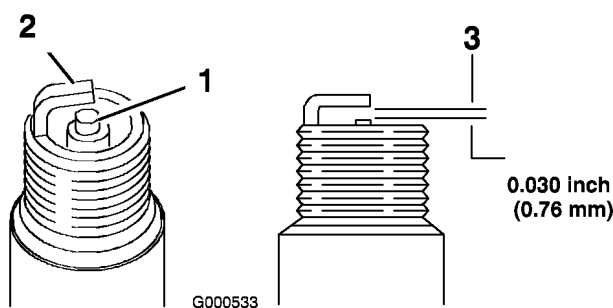

Figure 34
1. Examinez le centre des bougies (Figure 34). Si le bec de l'isolateur est recouvert d'un léger dépôt gris ou brun, le moteur fonctionne correctement. S'il est couvert d'un dépôt noir, c'est généralement signe que le filtre à air est encrassé.
2. Contrôlez l'écartement entre l'électrode centrale et l'électrode latérale (Figure 34). Courbez l'électrode latérale (Figure 34) si l'écartement est incorrect.